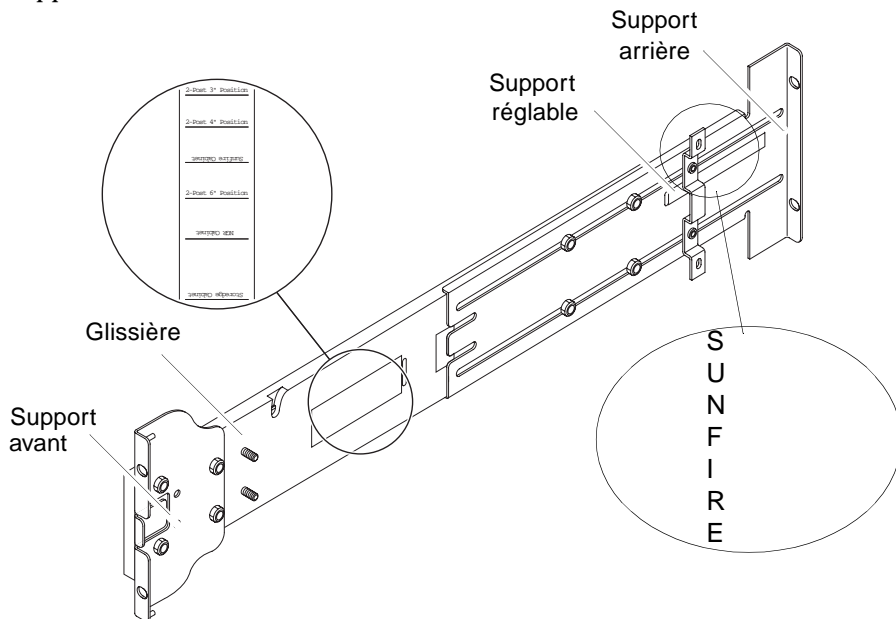

FIGURE 1-1 Rails (configuration standard)
Chaque rail comprend quatre composants (FIGURE 1-1) :
Ajustez la position du support arrière ou du support réglable pour modifier la longueur du rail. L'emplacement des supports pour différentes armoires est marqué sur la glissière et le support arrière. La FIGURE 1-1 indique l'emplacement des repères.
1. Retirez les écrous qui retiennent le support réglable et enlevez-le (FIGURE 1-1).